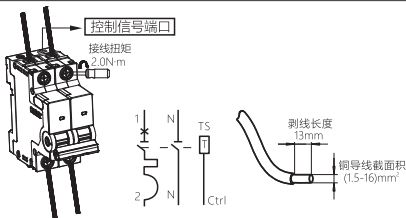

图5 NBP-63S、NBP-63HS接线方式
5.4 适用于铜导线连接，导线选择见表2，接线方式及剥线长度示意如下图5